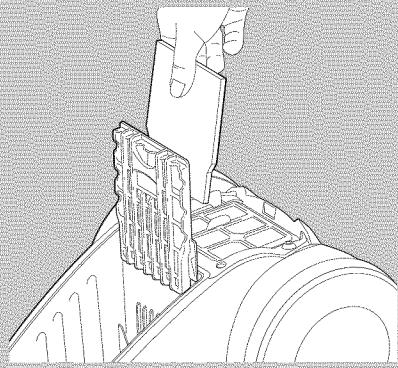

Fig. 8
- 20 A pre-motor filter is included with each package of replacement bags. It is a good idea to replace the filter (see Fig. 8) when you install the last bag from your replacement bag package. Slide the filter frame upward and remove the dirty filter. Install a clean filter and slide the frame back into place.
- 20 Un préfiltre de moteur est fourni avec chaque paquet de sacs de recharge. Il vaut mieux remplacer le filtre (voir Fig. 8) quand on monte le dernier sac du paquet de sacs de recharge. Coulissez le châssis de filtre vers le haut et retirez le filtre sale. Montez un filtre propre et coulissez le châssis de nouveau en place.
- 20 Se incluye un prefiltro del motor con cada paquete de bolsas de reemplazo. Es buena idea reemplazar el filtro (vea la Fig. 8) cuando instala la última bolsa de su paquete de bolsas de reemplazo. Deslice el bastidor del filtro hacia arriba y retire el filtro sucio. Instale un filtro limpio y deslice el bastidor a su sitio.